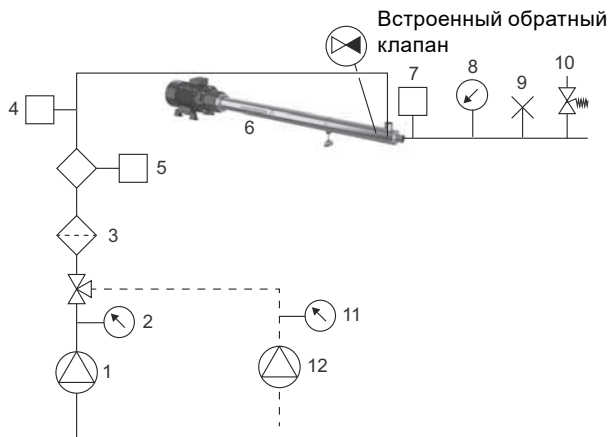

Рис. 17 Пример насоса BMS hs
- От 0 до 1700 об/мин максимум за три секунды (1). Эту настройку менять запрещено.
- Ускорение от 1700 об/мин установлено на 1500 об/мин за минуту (1000 об/мин/40 секунд) (2). Можно изменить в соответствии с условиями эксплуатации.
- 4. Установите требуемое давление на выходе насоса (8). См. рис. 17.
- 5. Убедитесь, что давление на входе (2) насоса выше 1,0 бар и ниже 35,0 бар.